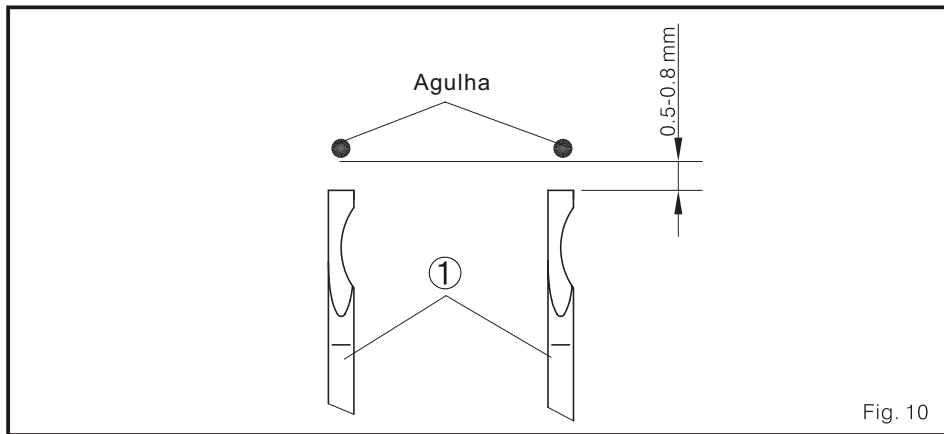
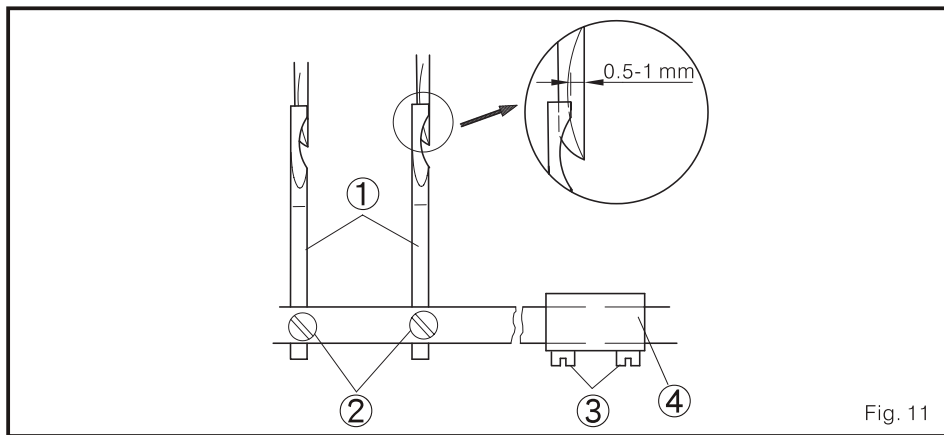

Fig. 10
Fig. 11
1. O espaço entre o limpador de fio 1 à agulha deve ser de 0.5-0.8 mm. (Fig. 10)
2. Quando a barra da agulha esta em posição inferior. Afrouxe o parafuso fixo 2, e ajuste o limpador de olho 1 na forma que indica Fig. 10. Mantenha os limpadores paralelos entre si antes de assegurar firmemente o parafuso 2. (Fig. 11)
1. Quando o limpador de fio 1 fique no ponto esquerdo morto, o espaço desde direito do limpador de fios 1 ao lado direito do bucleador deve ser 0.5-1 mm. (Fig. 11)
3. Para ajustar: (Fig. 11)